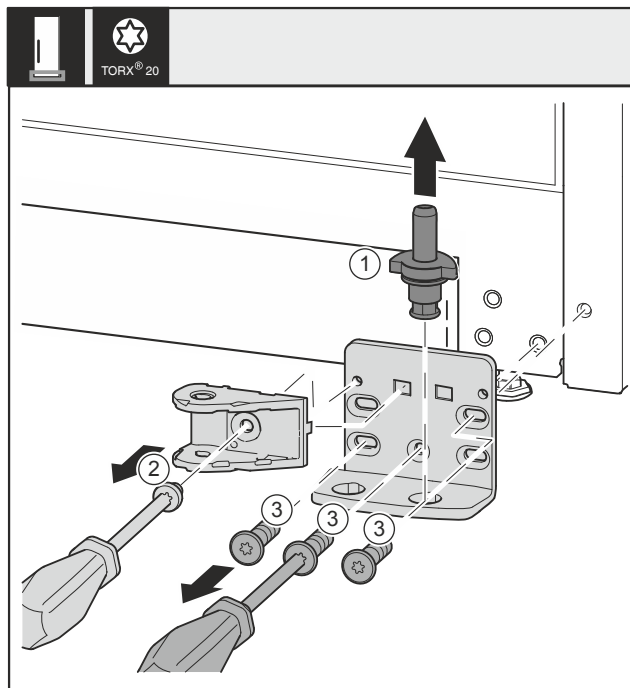

Fig. 33 *
- ▶ Ležajni sornik Fig. 33 (1) v celoti izvlecite v smeri navzgor.*
- ▶ Odvijte vijak Fig. 33 (2) z izvijačem in snemite spoj blažilnika za zapiranje vrat.*
- ▶ Odvijte vijake Fig. 33 (3) z izvijačem in snemite ležajni podstavek.*